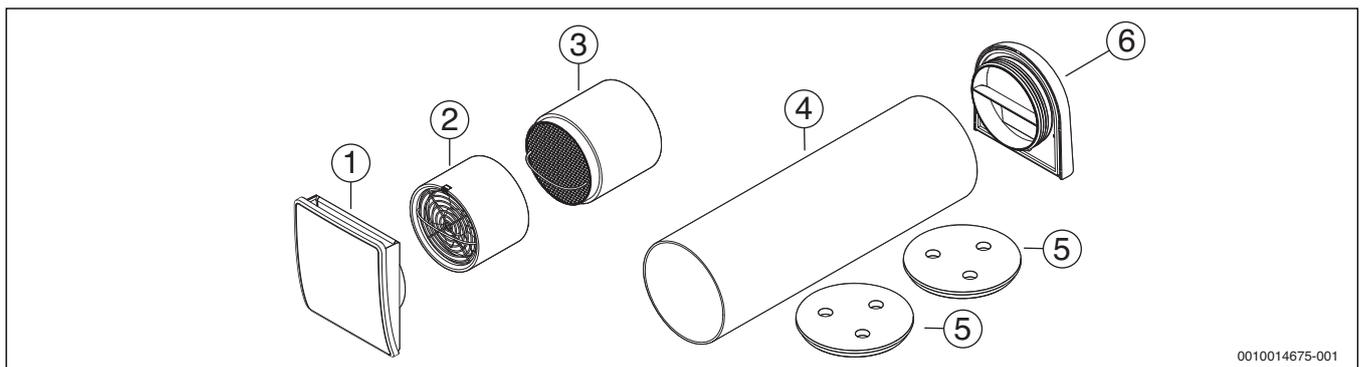
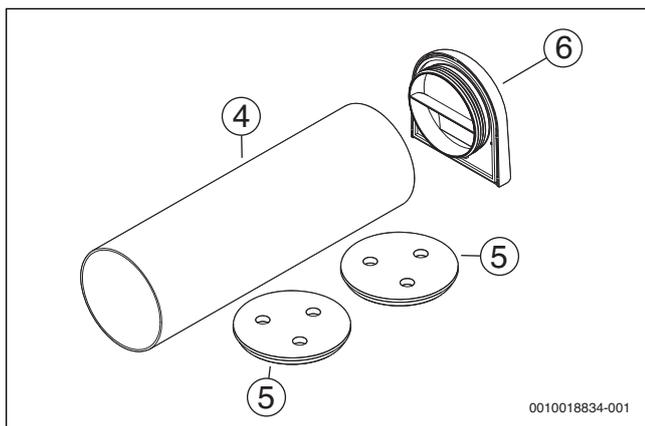
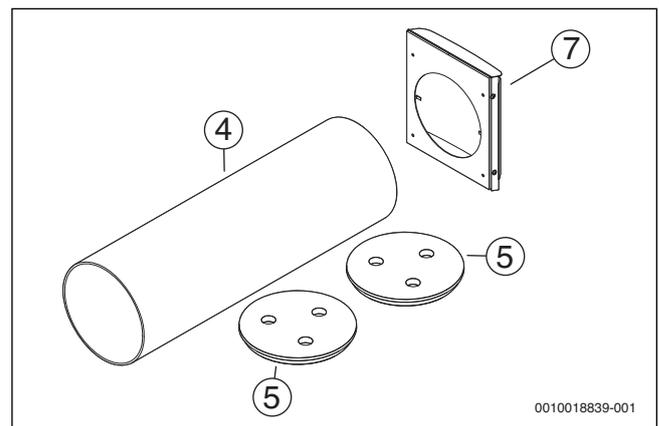

Bild 8 Lieferumfang Komplettsset
Bild 9 Lieferumfang Rohbausset LR160
Bild 10 Lieferumfang Rohbausset LRE160...
**Legende zu Bild 8, Bild 9 und Bild 10:**